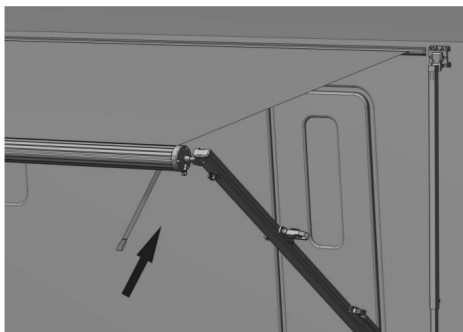

Figura D17
4.2.6 Rilasciare lentamente il rullo di riciclaggio fino a quando non è completamente retracts. (Alla fine, il gomito su un lato della bacchetta di trazione può essere utilizzato per inserire la cinghia del rullo per il funzionamento ausiliario). (Figura D17)